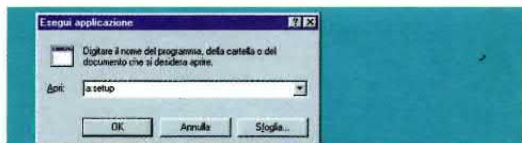

Fig.1 Per installare il programma utilizzate il comando Esegui nel menu Avvio.
Nel kit sono compresi il circuito stampato, il transistor e i tre integrati completi di zoccolo, tutte le resistenze e i condensatori, la cicalina più il mobile plastico visibile in fig.1 L.38.000
- Nella casella **Apri** (vedi fig.1) digitate: